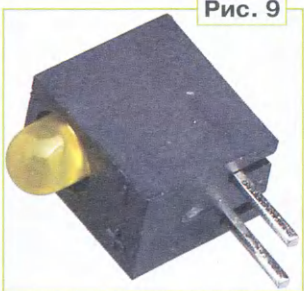

Рис. 9
Индикаторные светодиоды HL2—HL5 предназначены для индикации режимов работы на лицевой панели устройства. Есть несколько вариантов его монтажа. Самый простой вариант — использовать любые маломощные светодиоды диаметром 3 мм, изогнув их выводы под углом 90° и рассчитав положение так, чтобы центр линзы был на высоте 5 мм от платы. Более красиво будет выглядеть установка специальных монтажных стоек LED-301(B) или уже готовых сборок L-934**/1*Д фирмы Kingbright (**рис. 9**). Но тут есть нюанс: яркость свечения светодиодов этих сборок небольшая, поэтому можно уменьшить сопротивление резисторов в цепях их подключения (R8, R9, R12) до 1,5 кОм. При установке отдельно монтажных стоек для распространённых типов светодиодов их придётся рас-